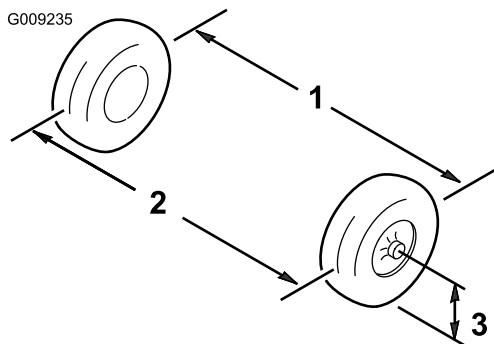

Figura 32
1. Meça a distância entre os pneus dianteiros à altura do eixo na zona dianteira e traseira dos pneus dianteiros (Figura 32).